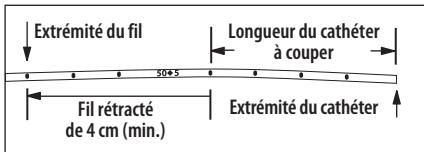

Figure 2
8. Retirer le fil de pose/stylet de raidissement par le septum pour rétracter le guide d'un minimum de 4 cm derrière l'emplacement de coupe du cathéter (consulter la figure 2).